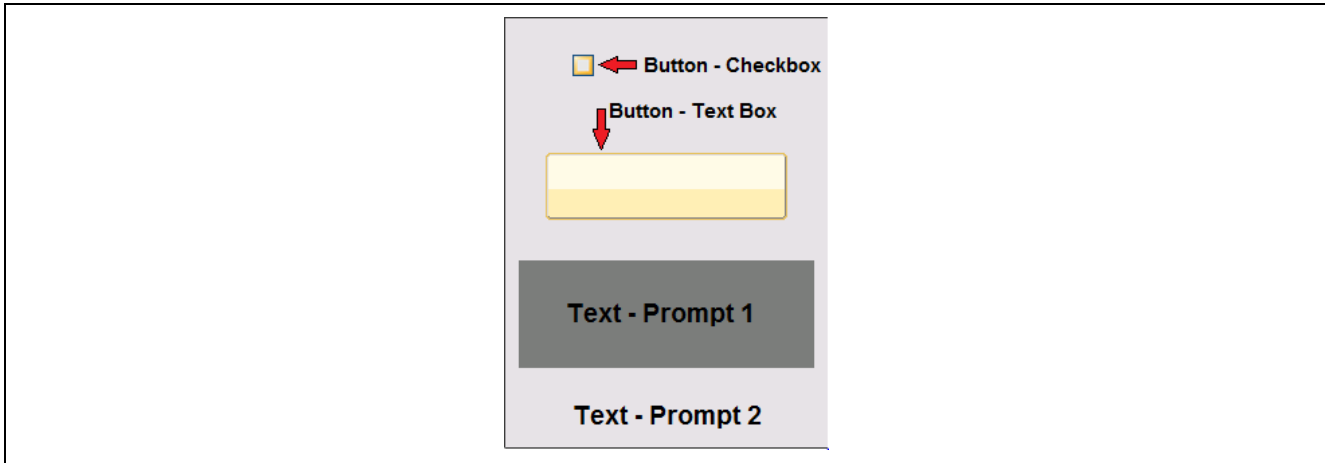

図 7.5 Window1
- A. 図 7.5 に、[Window1] を示します。このウィンドウには 4 つの要素があります。